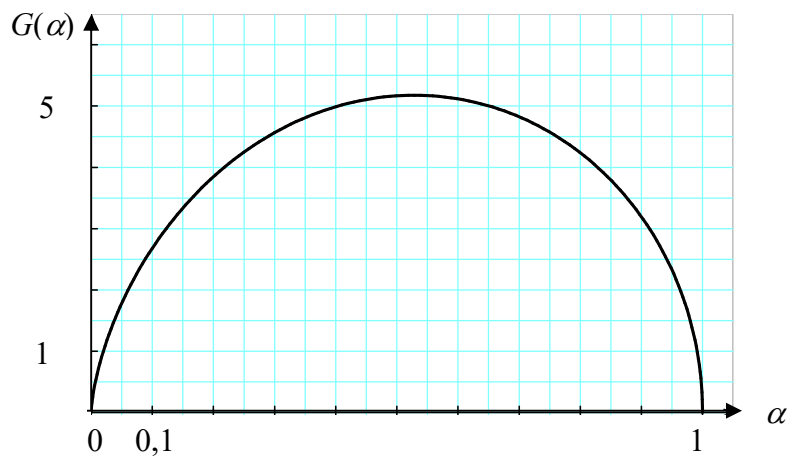

Figure 13 - Courbe C_G associée à la fonction $G(\alpha)$ pour $0 \leq \alpha \leq 1$
On pose $\alpha(x) = \frac{P(x)}{P_e}$ et on se propose dans les trois questions suivantes d'étudier et d'exploiter la courbe C_G associée à la fonction $G(\alpha)$ pour $0 \leq \alpha \leq 1$ représentée en **figure 13**.
Q40. Que vaut α en entrée de la tuyère ? Montrer, à l'aide de la **figure 13** et des relations des questions précédentes que pour que la vitesse augmente la tuyère doit d'abord être convergente.
- Q42.** On note S_{col} la section minimale de la tuyère à l'abscisse x_{col} lorsque la vitesse est v_{lim} . Donner l'expression du rapport $\frac{S_{col}}{S_e}$ en fonction de v_e , v_m et $G(\alpha_c)$. Donner une valeur numérique approchée de ce rapport à l'aide de la **figure 13**.